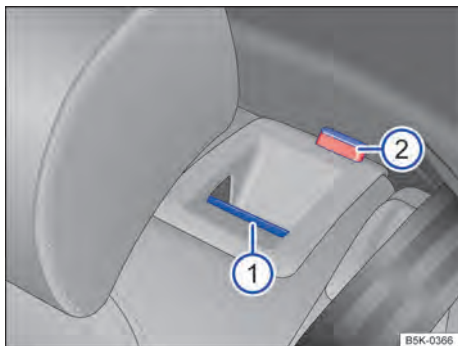

Fig. 63 No encosto do banco traseiro: botão de destravamento.
- Puxar o botão de destravamento → Fig. 63 ❶ para frente e, ao mesmo tempo, rebater o encosto do banco traseiro para frente.
- A respectiva parte de encosto do banco traseiro estará destravada quando a marcação vermelha → Fig. 63 ❷ estiver visível.
- A marcação vermelha → Fig. 63 ❷ não pode mais estar visível.